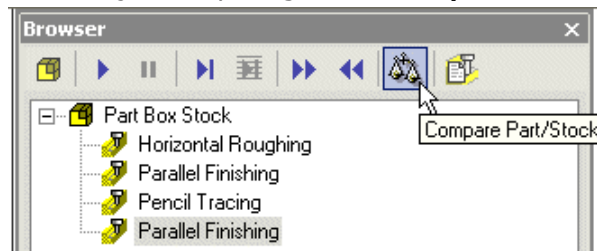

Figura 24. Lansarea opțiunii de comparare Compare Part/Stock
5. După crearea și simularea traiectoriilor sculelor pentru toate operațiile itinerarului tehnologic de realizare a piesei, se poate recurge la compararea modelului rezultat după prelucrare cu modelul piesei, cu ajutorul pictogramei **Compare Part/Stock** (figura 24.).